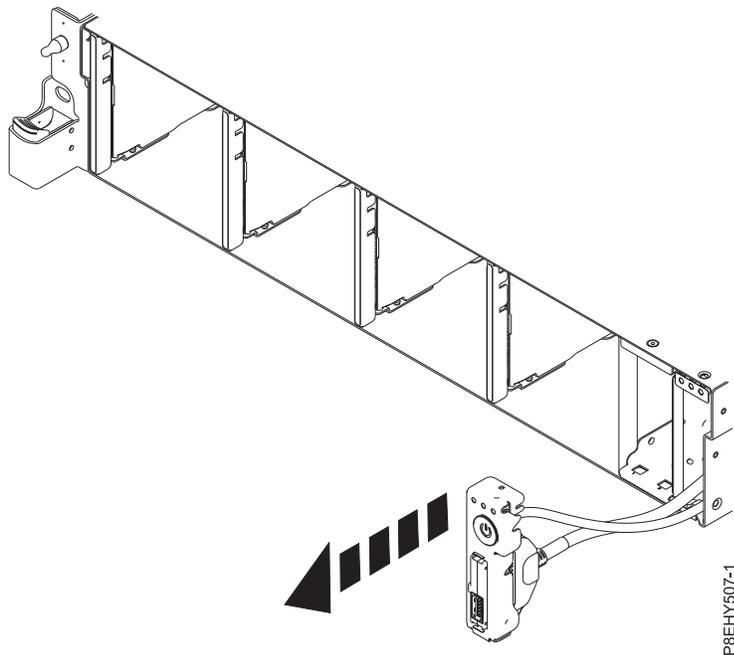

図 106. 電源スイッチ をシステムから引き出します
9. 電源スイッチをシステムから引き出します。 95 ページの図 106を参照してください。